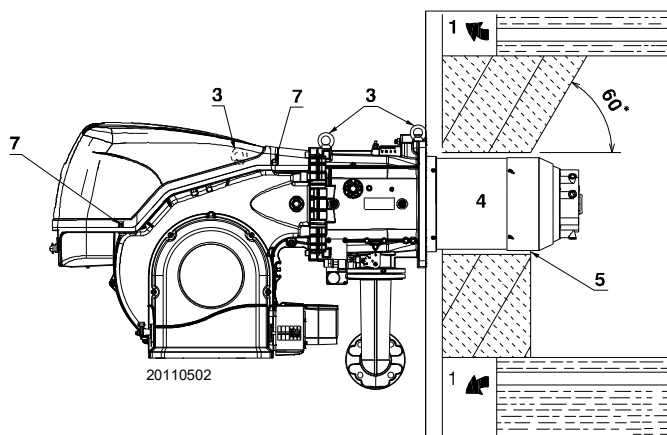

Fig. 13
Pour les chaudières avec circulation des fumées sur l'avant 1)(Fig. 13), ou avec chambre à inversion de flamme, réaliser une protection en matériau réfractaire 5), entre le réfractaire de la chaudière 2) et l'embout 4).
Prédisposer un système de levage adapté du brûleur en s'accrochant aux anneaux 3)(Fig. 13), après avoir enlevé les vis 7) de fixation du capot 8).
- Introduire la protection thermique fournie sur l'embout 4)(Fig. 13).